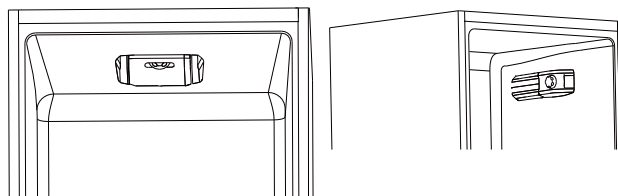

Fig.4
• A unidade do termostato para controlo do aparelho está localizada dentro do compartimento frigorífico (Fig.4). Gire o botão do termostato do termostato para além da posição "0". A luz fica acesa quando a porta do frigorífico stá aberta.